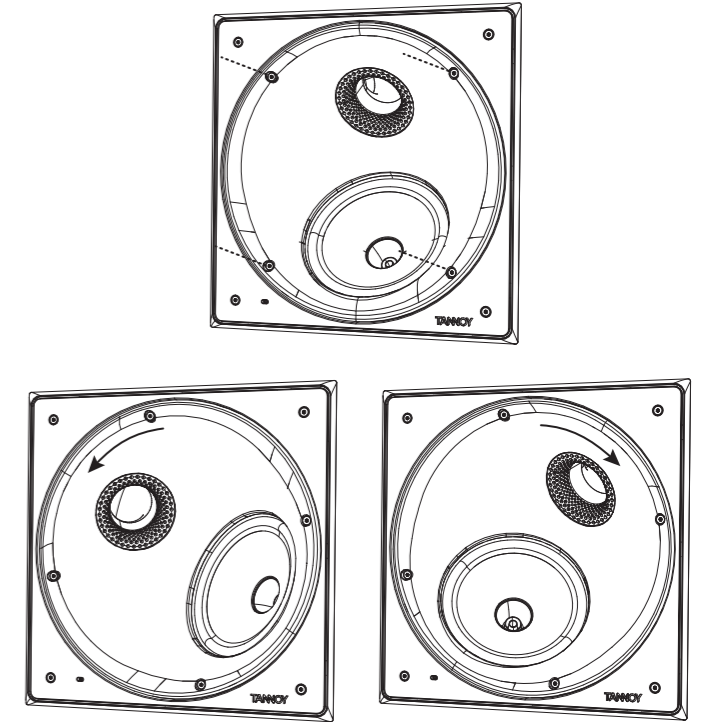

Fig. 9. Rotating the baffle assembly
2. Svitare le quattro viti come mostrato, ma quanto basta per consentire la rotazione nella posizione desiderata (Fig. 9).